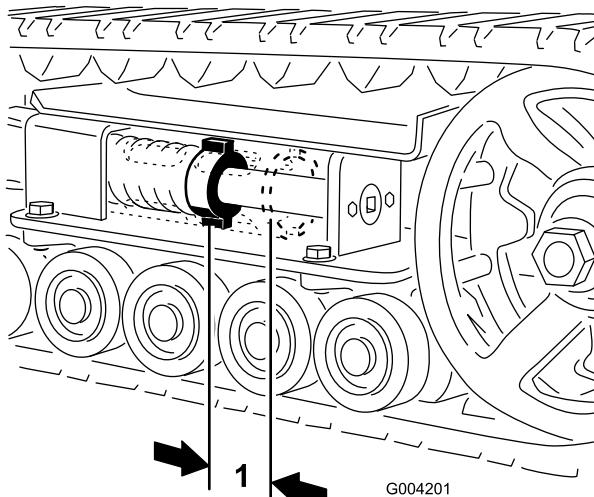
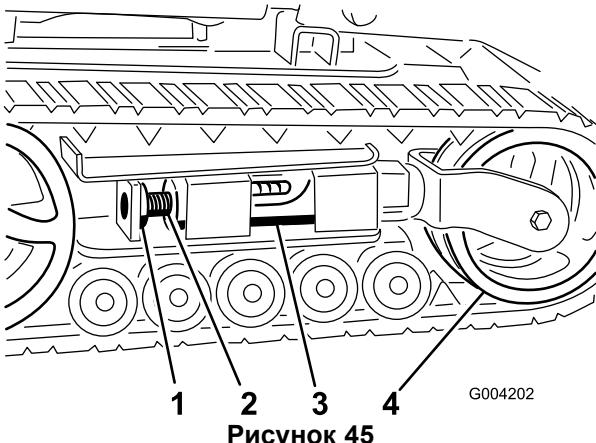
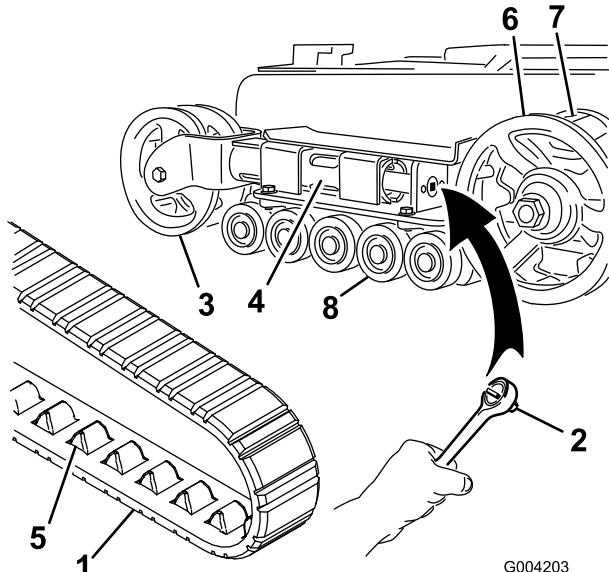
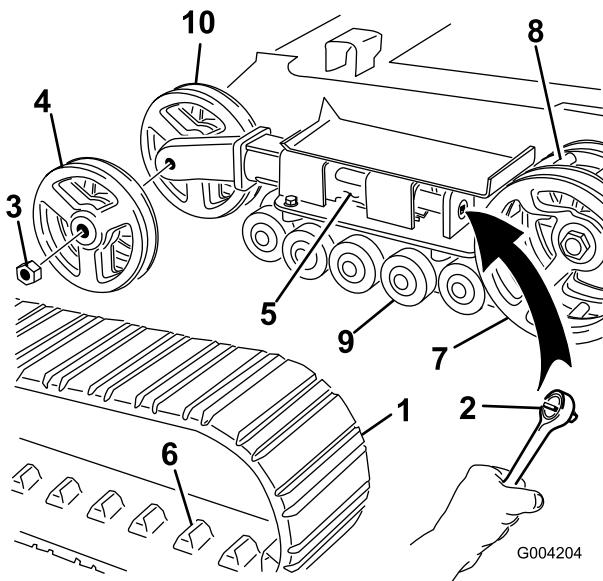

Рисунок 44
Рисунок 45
Рисунок 46
Рисунок 47
Между натяжной гайкой и задней стороной натяжной трубы должен быть зазор 2-3/4 дюйма (7 см) (Рисунок 44). Если это не так, отрегулируйте натяжение гусеницы, используя следующую методику:
3. Отвинтите зажимной болт и гайку (Рисунок 45).
4. Используя сменную головку размером 1/2 дюйма (Рисунок 46), поворачивайте натяжной винт против часовой стрелки до тех пор, пока расстояние между натяжной гайкой и задней стороной натяжной трубы (Рисунок 44) не станет равным 2-3/4 дюйма (7 см).
5. Совместите ближайшую выемку в натяжном винте с отверстием в зажимном болте и закрепите винт при помощи зажимного болта и гайки (Рисунок 45).
4. Используя сменную головку размером 1/2 дюйма, ослабьте натяжение привода, вращая натяжной винт по часовой стрелке (Рисунок 45 и Рисунок 46).
5. Надавите на натяжной каток в направлении задней части тягового блока, чтобы придвинуть трубу вилки к каркасу (Рисунок 46). (Если она не касается каркаса, продолжайте вращать натяжной винт до тех пор, пока труба вилки не приблизится вплотную к каркасу.)
7. Когда гусеница будет снята с натяжного катка, снимите ее с ведущего колеса и опорных катков (Рисунок 46).
8. Начиная с ведущего колеса, проложите вокруг него новую гусеницу, убедившись, что выступы на гусенице входят в зазор между проставками на колесе (Рисунок 46).
9. Протолкните гусеницу под опорные катки и одновременно между ними (Рисунок 46).
11. Вращайте натяжной винт против часовой стрелки до тех пор, пока расстояние между натяжной гайкой и задней стороной трубы вилки (Рисунок 44) не станет равным 2-3/4 дюйма (7 см).
- Отвинтите зажимной болт и гайку (Рисунок 45).
- Используя сменную головку размером 1/2 дюйма, ослабьте натяжение привода, вращая натяжной винт по часовой стрелке (Рисунок 45 и Рисунок 47).
- Надавите на натяжной каток в направлении задней части тягового блока, чтобы придавить трубу вилки к каркасу (Рисунок 47). (Если она не касается каркаса, продолжайте вращать натяжной винт до тех пор, пока труба вилки не приблизится вплотную к каркасу.)
- Отвинтите гайку, которая крепит внешний натяжной каток, и снимите каток (Рисунок 47).
- Снимите гусеницу (Рисунок 47).
- Отвинтите гайку, которая крепит внутренний натяжной каток, и снимите каток (Рисунок 47).
- Установите внутренний натяжной каток и закрепите его отвинченной ранее гайкой (Рисунок 47).
- Установите новую гусеницу, убедившись, что выступы на гусенице входят в зазор между проставками в средней части ведущего колеса (Рисунок 47).
- Установите внешний натяжной каток и закрепите его отвинченной ранее гайкой (Рисунок 47).
- Вращайте натяжной винт против часовой стрелки до тех пор, пока расстояние между натяжной гайкой и задней стороной натяжной трубы (Рисунок 44) не станет равным 2-3/4 дюйма (7 см).